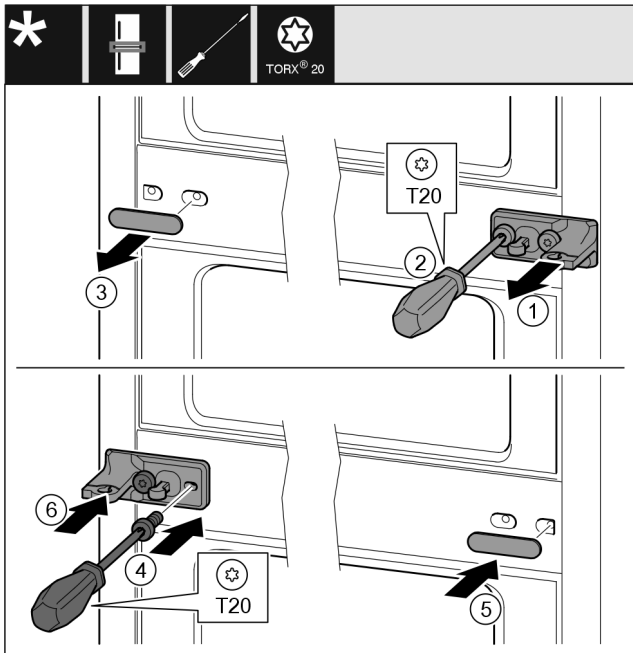

Fig. 14
- ▶ Снимите шайбу Fig. 14 (1).
- ▶ Выкрутите винты Fig. 14 (2) отверткой.
- ▶ Осторожно снимите крышку Fig. 14 (3).
- ▶ Плотно прикрутите опорный кронштейн с подкладкой Fig. 14 (4) с другой стороны, повернув его на 180°.
- ▶ Установите крышку Fig. 14 (5) с другой стороны, повернув ее на 180°.
- ▶ Спереди установите шайбу Fig. 14 (6).